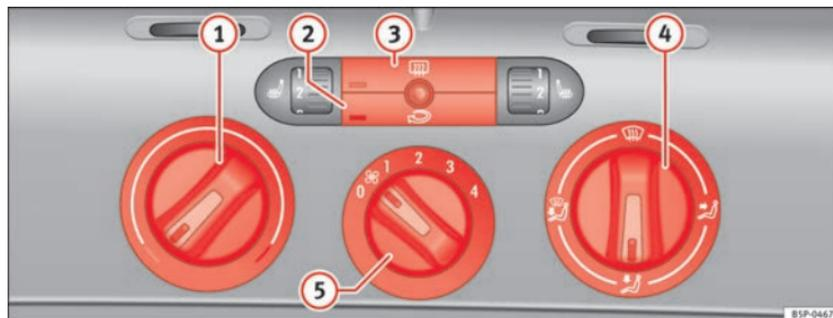

Fig. 107 Mandos de la calefacción en el tablero de instrumentos
- Con los reguladores ⇒ fig. 107 ① y ④ y con el mando ⑤ se regula la temperatura, la distribución del aire y la velocidad de la turbina.
- Pulse la tecla ② o ③ para activar o desactivar la función correspondiente. Cuando la función está activa, la ventana situada en la esquina inferior izquierda de la tecla se ilumina.